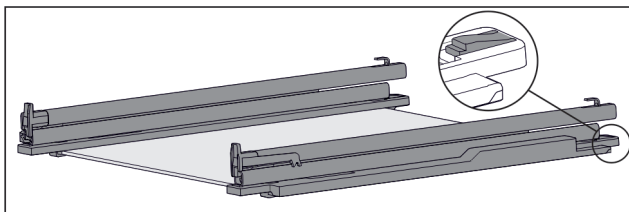

Fig. 49 Glasplaat met rails en vasthouddelen
- ▶ Vasthoudddeel achter omlaag duwen (zie Fig. 49) en tegelijk rails naar achteren schuiven.